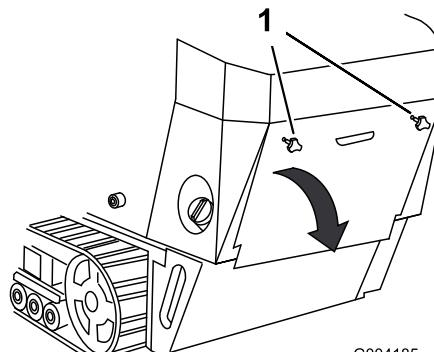

Figura 27
1. Desenrosque los 2 pomos que fijan el panel de acceso trasero a la máquina (Figura 27).
- Baje el panel de acceso trasero y retírelo para tener acceso a los componentes internos (Figura 27).